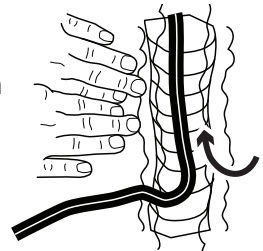

Fig. 12
1. Una vez que el sistema funcione adecuadamente, ponga bajo tierra y rellene todos los alambres y conectores del sistema (se recomienda una pala o un cortador de césped). (Fig. 12)